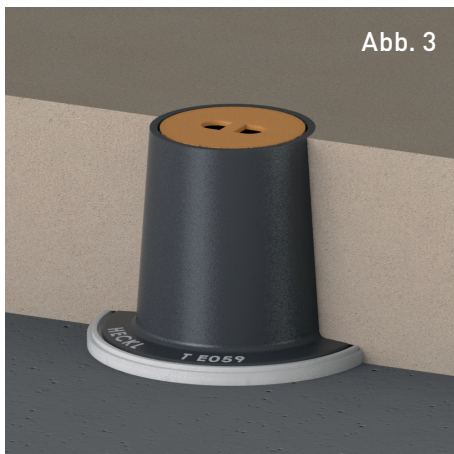

Abb. 3
- 2) Abb. 3 Im nächsten Schritt wird die Montagevorrichtung von oben in das Unterteil der selbstnivellierenden Straßenkappe eingesetzt, um danach weitere Straßenschichten bis zur Oberkante der Montagevorrichtung aufzubringen. Vor Verlegung der ersten Asphaltsschicht muss die Außenseite der Montagevorrichtung jedoch noch mit einem Trennmittel besprüht werden, um ein Verkleben der Montageeinrichtung mit dem Asphalt verhindern und ihre Beweglichkeit innerhalb der Asphaltsschicht gewährleisten zu können. Ferner muss vorab die Position der Einbaugarnitur (bzw. des Hydranten) am Straßenrand markiert werden, um diese auch nach Verlegung der ersten Asphaltsschicht jederzeit bestimmen zu können.
- 4) Abb. 5 Falls nach Verlegung der ersten As-phaltschicht die Oberseite der Montagevor-richtung nicht zu sehen ist, wird diese anhand der Straßenrand-Markierung lokalisiert und freigelegt. Anschließend wird die Montage-vorrichtung auf die Höhe der Oberseite 2. Asphalt-schicht ausgefahren. Nach erneu-tem Besprühen der Montagevorrichtung mit einem Trennmittel (vgl. Beschreibung Abb. 3) kann die zweite Asphalt-schicht verlegt werden.